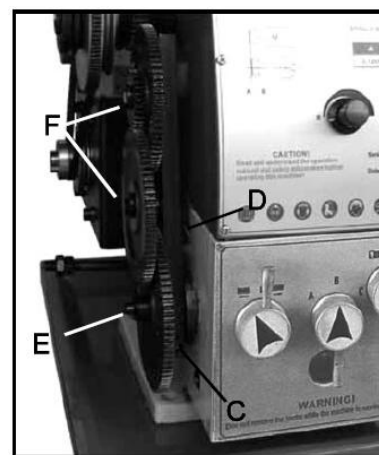

Рис. 23
3. Ослабьте стопорный винт (С, Рис. 23) на гитаре станка.
4. Переместите гитару станка (D, Рис. 23) вправо.
5. Открутите гайки (Е, Рис. 23) от ходового винта или квадратные гайки (Е, Рис. 23) от винтов гитары станка, чтобы снять шестерни.